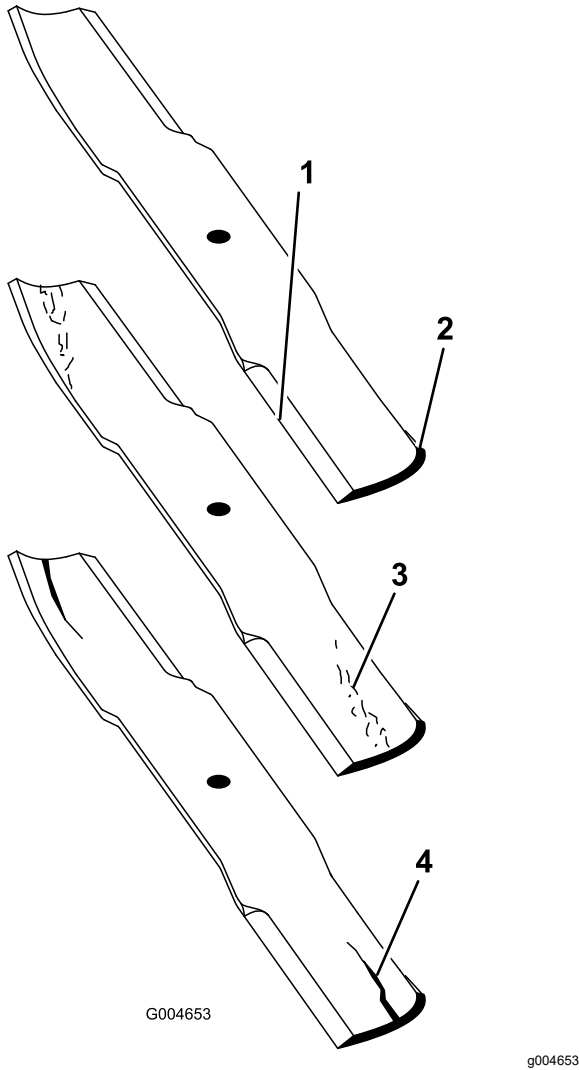

Figure 24
- Examinez attentivement les tranchants de la lame, particulièrement au point de rencontre de la partie plane et de l'ailette (Figure 24).
pourquoi il est important de contrôler l'état de la lame avant d'utiliser la tondeuse. Remplacez la lame si elle vous semble usée (Figure 24).